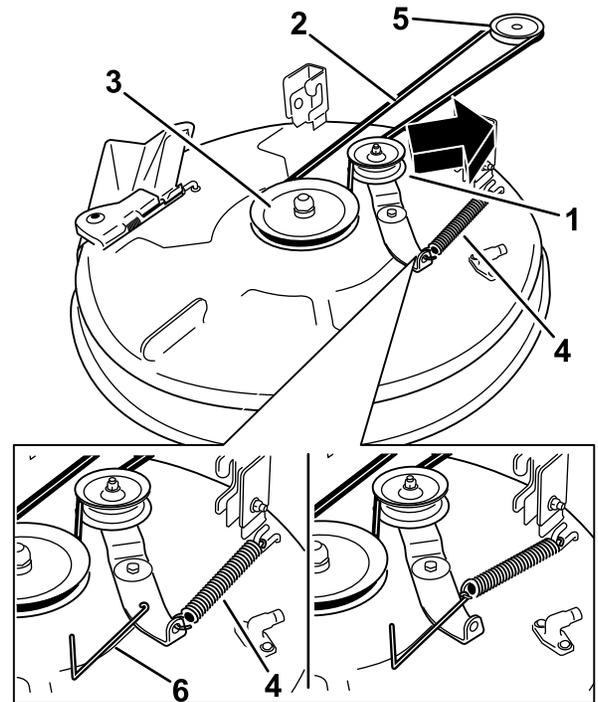
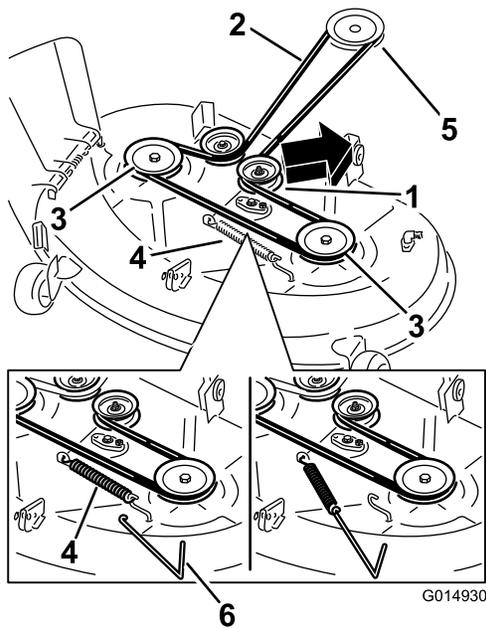

Figura 53
Figura 54
6. Usando una herramienta para la retirada de muelles (Pieza Toro N° 92-5771), retire el muelle tensor del gancho de la carcasa para eliminar la tensión de la polea tensora, y retire la correa de las poleas (Figura 53 y Figura 54).
7. Enrute la correa nueva alrededor de las poleas del motor y del cortacésped (Figura 53 y Figura 54).
8. Con la ayuda de una herramienta para la retirada de muelles (pieza Toro N° 92-5771), instale el muelle tensor sobre el gancho de la carcasa y tense la polea tensora y la correa (Figura 53 y Figura 54).